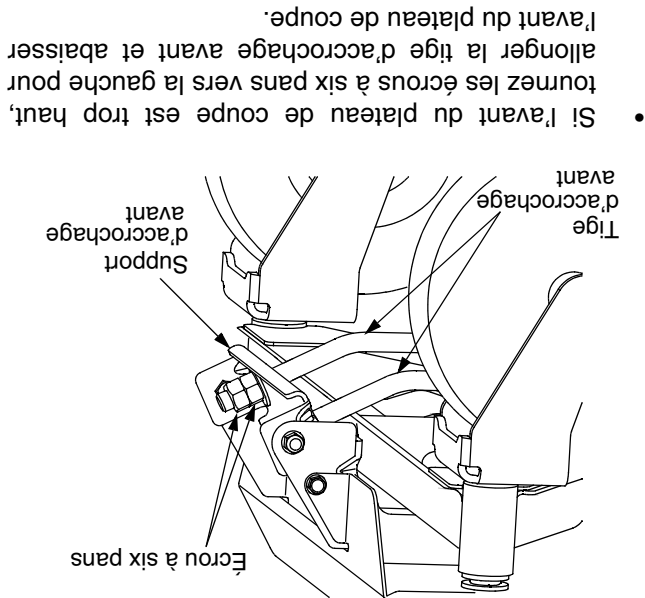

Figure 32
- À l'avant du tracteur, desserrez les écrous extérieurs sur la tige d'accrochage avant et tournez-les dans la direction opposée aux écrous intérieurs. Voir la Figure 32.